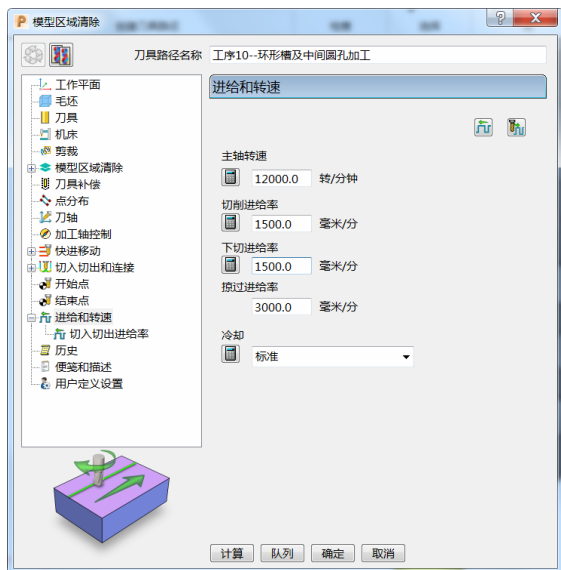
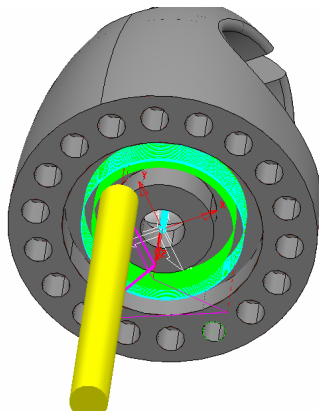

图 5-82
图 5-83
9) 进给和转速：设定主轴转速 12000.0r/min、切削进给率 1500.0mm/min、下切进给率 1500.0mm/min、掠过进给率 3000.0mm/min，标准冷却。(图 5-82)
10) 单击图 5-82 中的“计算”按钮，刀具路径如图 5-83 所示。